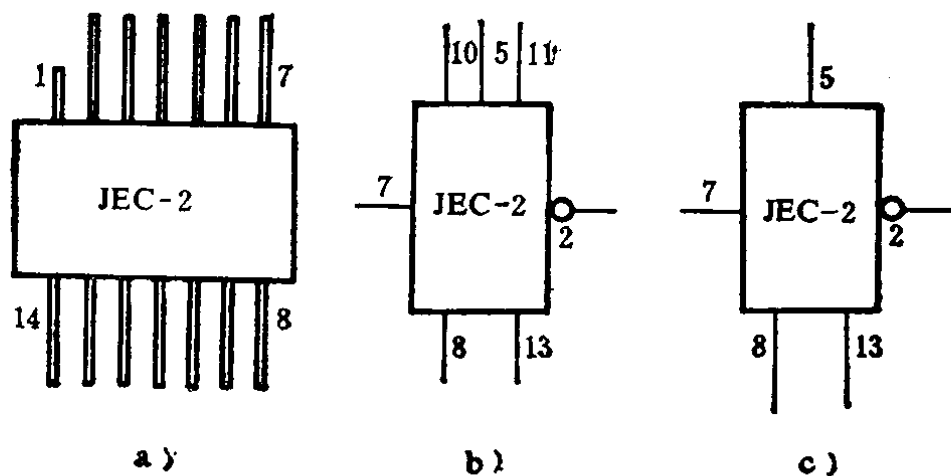

图 1
JEC-2 多功能集成电路触发器（本书中简称“JEC-2”）的外型与管脚排列见图 1 a，电路符号见图 1 b。一共 14 条管脚。图 1 a 中左上角被剪短的那一条为第①脚，按顺时针方向数，上排为①~⑦脚，下排为⑧至⑭脚。接线是：⑦脚为输入端；②脚是输出端，可外接负载电阻或继电器，但负载电流通常不宜大于 30mA；⑤脚接电源正极(+ V_{CC})，通常 $V_{CC} = +12V \sim +15V$ ；⑧脚根据实用需要可以外接电阻、电位器或直接接地；⑬脚为接地端(即电源的负极)；⑩脚、⑪脚主要用于测试，在某些情况下，⑪脚亦可用作输入端，但通
常⑩脚、⑪脚是悬空不用的，所以在本书的一般电路图中，见到的 JEC-2 电路符号如图 1 c 所示。从整个逻辑功能上看，JEC-2 是一个反相器，或称“非门”，所以在电路符号的输出端有一个小圆圈“○”，但又有别于通常的 TTL 非门电路，所以它的符号别出一格地标上了⑤、⑧、⑩、⑪、⑬等脚。前面讲过，JEC-2 共 14 只脚，而①、③、④、⑥、⑨、⑫等脚在电路符号中没有标出来，这是因为这些脚都是闲置不用的。在本书的实例中，凡是与电路无关的管脚，一律不予标出。